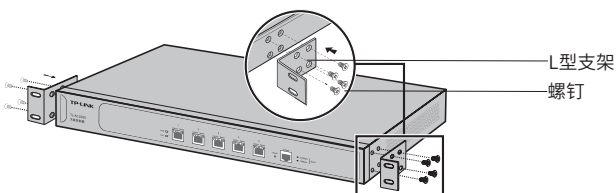

图2-2 支架安装示意图
2. 将配件中的两个L型支架分别安装在无线控制器面板的两侧, 并用配件中提供的螺钉固定, 如图2-2所示;